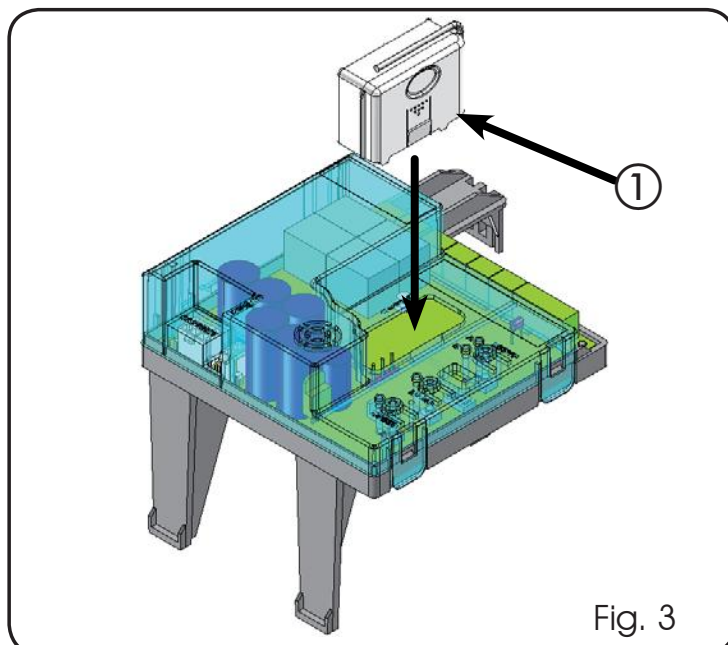

Fig. 3
De apparatuur is voorzien van een geïntegreerd decoderingssysteem met twee kanalen (DS, SLH, LC), OMNIDEC genaamd. Met dit systeem kan, door middel van een aanvullende ontvangstmodule (Fig. 3 ref. ①) en afstandsbedieningen met dezelfde frequentie, zowel de volledige opening (OPEN A) als de gedeeltelijke opening (OPEN B) van het automatische systeem in het geheugen worden opgeslagen.